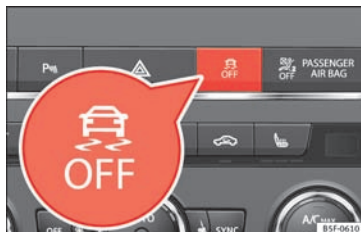

Fig. 189 Midterkonsol: knap til aktivering/deaktivering af ESC og ASR
- Tryk på knappen  » **Fig. 189** i ca. 1 sek. for at deaktivere ASR.
- Tryk på knappen  » **Fig. 189** i mere end 3 sek., så bliver den elektroniske stabilitetskontrol (ESC) inklusive ASR deaktiveret.
- Du aktiverer funktionen ASR og den elektroniske stabilitetskontrol (ESC) igen ved at trykke på knappen  » **Fig. 189** igen.